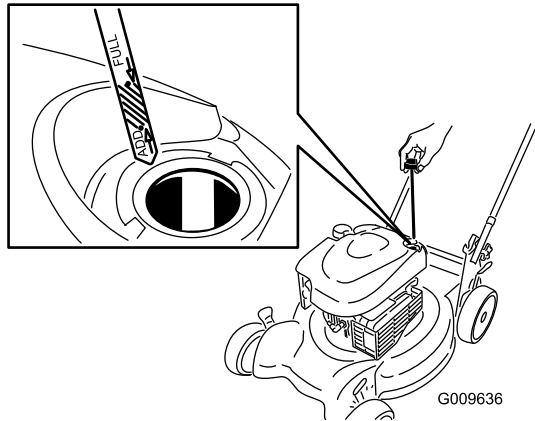

Figure 9
1. Retirez la jauge, essuyez-la sur un chiffon et remettez-la dans le goulot de remplissage (Figure 9).
2. Sortez de nouveau la jauge et contrôlez le niveau d'huile (Figure 9). Si le niveau n'atteint pas le repère **minimum** (Add) de la jauge, versez lentement suffisamment d'huile dans le goulot de remplissage pour faire monter le niveau au repère **maximum** (Full). **Ne remplissez pas excessivement.** (Remplissage max. : 0,59 l (20 oz), type : huile détergente SAE 30 de classe de service API SF, SG, SH, SJ, SL ou supérieure.)